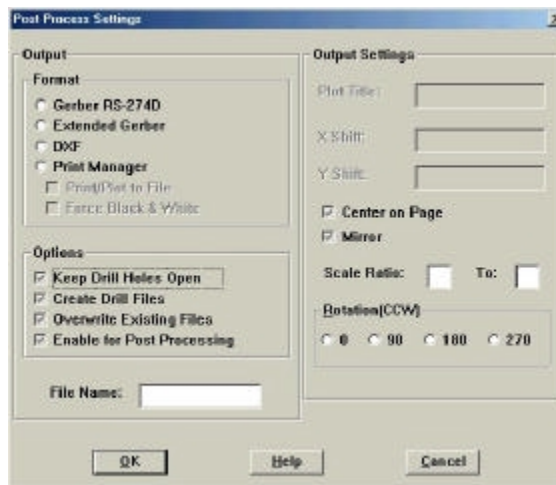

Figura 4.34 Configuración del Postproceso.
- 3 Seleccione un formato de salida y las opciones apropiadas y dé clic en el botón *OK* (ver figura 4.34).